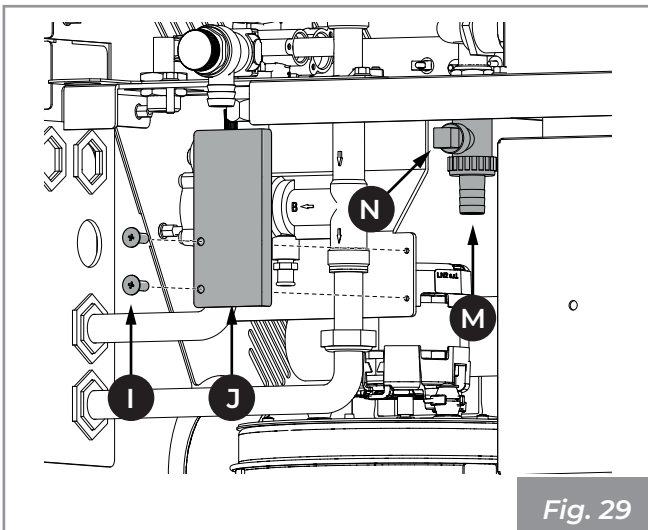

Fig. 29
- 1) Desenroscar los tornillos (I) y retirar la protección (J) (Fig. 29).